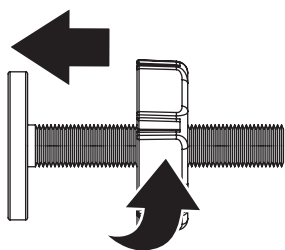

Figura 1-1
Individuare i (4) mandrini filettati (B). Ruotare le rotelle di regolazione lungo la filettatura, eliminando lo spazio tra la rotella di regolazione e la gomma del piedino (Figura 1-1)